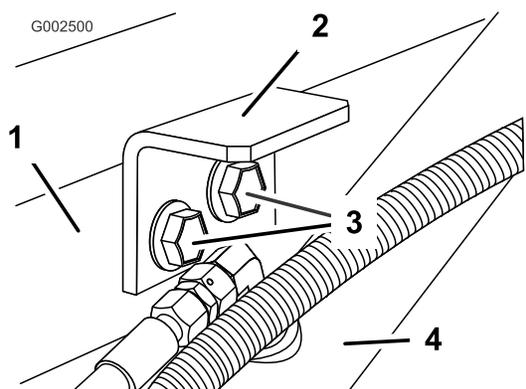

Figure 18
- Posez les supports de retenue à l'aide des deux boulons et écrous à embase retirés précédemment (Figure 18).